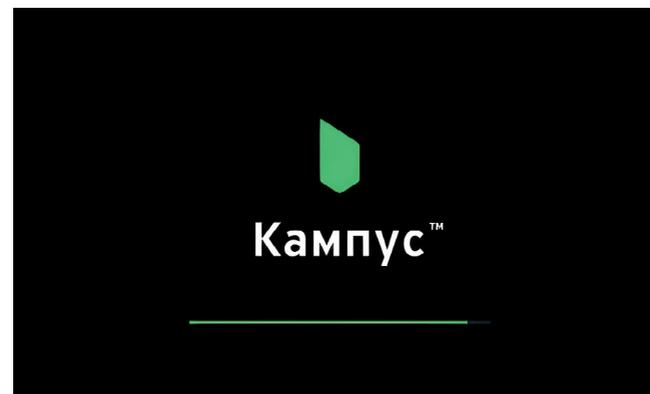

Рисунок 8 – Экран загрузки ПО
3. Нажмите на кнопку на корпусе разъема кабеля питания Навигатора. В результате начнется загрузка программного обеспечения Навигатора (далее – ПО) (см. Рисунок 8 – Экран загрузки ПО). После завершения загрузки на экране отобразится «Главное меню» (см. Рисунок 9 – Главное меню).